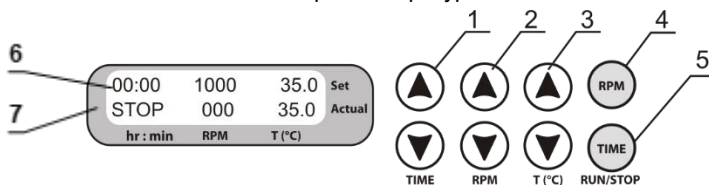

Рисунок 2. Панель управления
- 6.5.1. **Установка времени (TIME).** С помощью соответствующих кнопок ▼ и ▲ TIME (рис. 2/1), установите необходимый интервал времени в часах и минутах (шаг 1 мин.).
- 6.5.2. **Установка скорости (RPM).** С помощью соответствующих кнопок ▼ и ▲ RPM (рис. 2/2), установите необходимую скорость (шаг 10 об/мин).
6.5.3. **Установка температуры** (Т, °С). С помощью соответствующих кнопок ▼ и ▲ Т (°С) (рис. 2/3), установите необходимую температуру (шаг 0,1°С).
Внимание! Термостатирование платформы можно прекратить, лишь установив значение температуры ниже 25°С кнопкой Т (°С) ▼ (рис. 2/3, нижняя кнопка) до индикации OFF на дисплее. В этом режиме прибор можно использовать в холодных помещениях как перемешивающее устройство без термостабилизации.
6.6.2. Нажмите кнопку **RPM RUN/STOP** (рис. 2/4). При этом начинается движение платформы и таймер начнет отсчет установленного интервала времени (с точностью до 1 мин.).
6.8. При необходимости, можно перезапустить таймер во время его работы. Для этого дважды нажмите кнопку **TIMER RUN/STOP** (рис. 2/5), первый раз для остановки таймера, второй – для повторного запуска.
Внимание! По истечении заданного интервала времени вращение платформы прекращается автоматически, но нагрев можно прекратить, только сокращая температуру кнопкой Т (°С) ▼ (рис. 2/3, нижняя кнопка) до появления индикации OFF в верхней части дисплея.